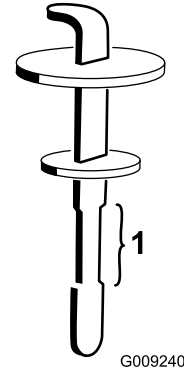

Figura 121
5. Togliete l'asta di livello dal collo del bocchettone e pulitela strofinandola con un cencio pulito. Inserite l'asta di livello nel collo del bocchettone, quindi estraetela e controllate il livello del fluido (Figura 121).